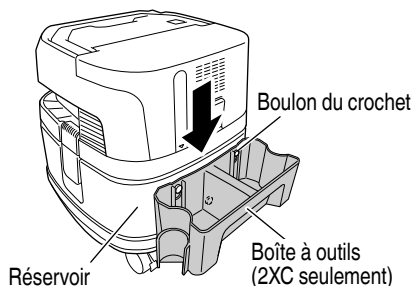

Fig. 24
(3) **Assemblage de la boîte à outils (Fig. 24)**